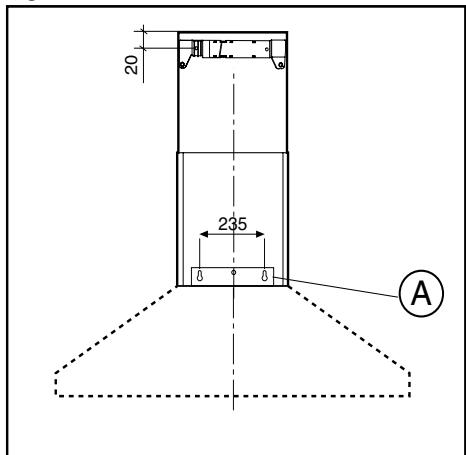
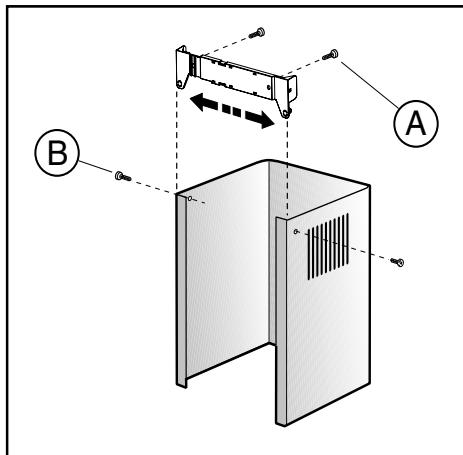

Fig.2
Fig.3
Exécuter les trous **A** en respectant les cotes indiquées (Fig. 2). Fixer l'appareil au mur et l'aligner dans la position horizontale avec les éléments suspendus. Cette opération terminée, fixer la hotte définitivement au moyen des 2 vis **A** (Fig. 4). En cas de différents montages utiliser des vis et des goujons à expansion adéquats au type de mur (par exemple béton armé, placo-plâtre, etc.). Au cas où les vis et les goujons seraient fournis avec l'appareil, s'assurer qu'ils sont adéquats au type de paroi, où sera fixée la hotte.
Prévoir l'alimentation électrique à l'intérieur de l'encombrement du raccord de décoration. Si votre appareil doit être installé dans le modèle aspirant ou doté d'un moteur externe, prévoir le trou de l'évacuation de l'air. Réglér d'abord la largeur de la bride de support du raccord supérieur (Fig.3), ensuite la fixer au plafond, de manière à ce qu'elle soit sur l'axe de votre hotte au moyen des vis **A** (Fig.3), tout en respectant la distance depuis le plafond indiquée à la Fig.2. Raccorder la bride **C** au trou d'évacuation de l'air au moyen d'un tube de raccordement (Fig.4).
• Retirer le raccord supérieur jusqu'à la bride et le fixer au moyen des vis **B** (Fig.3). Si on veut transformer la hotte du modèle aspirant au modèle filtrant, demander à votre revendeur les filtres au charbon actif et suivre les instructions de montage.